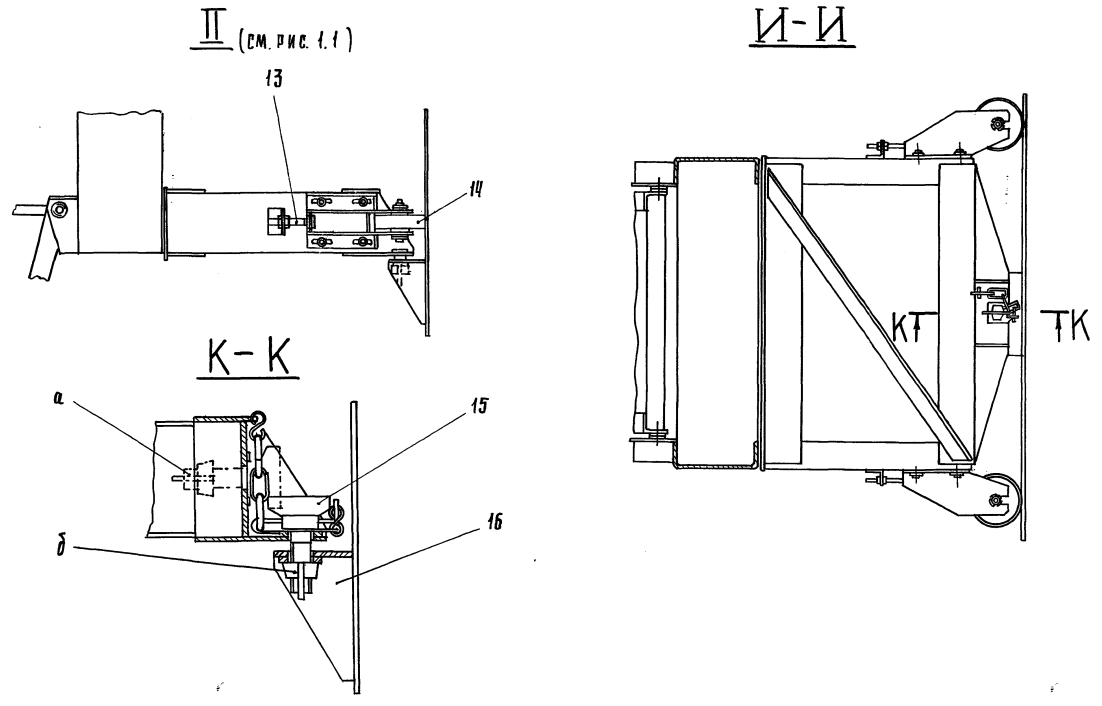

Рис. 1.3
- расфиксировать нижнюю часть стремянки (кранштейн) в положении хранения, отвернув гайку (рис. 1.3), винт специальный болт, установив его в положение хранения, накрутив гайку.